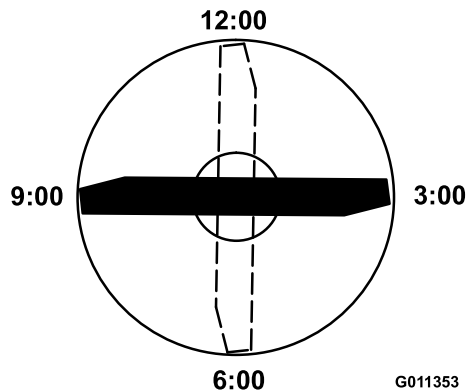

Bild 12
4. Positionieren Sie die Schnittkante der markierten Messerseite in die 12-Uhr-Stellung (geradeaus in Mährichtung) (Bild 12) und messen die Höhe vom Tisch bis zur Schnittkante.
5. Drehen Sie die markierte Seite des Messers auf die 3- und die 9-Uhr-Stellung (Bild 12) und messen die Höhe.